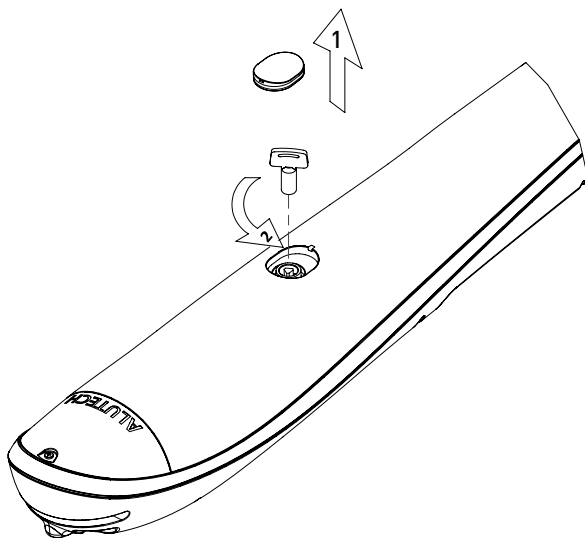

Рисунок 15. Ручная разблокировка
Разблокировка привода (рис. 15) выполняется специальным ключом из комплекта привода. Ключ поворачивается на  $\sim 180^\circ$  в направлении маркировки **OPEN**. Чтобы вернуть привод в заблокированное состояние (зацепление) необходимо ключ повернуть в направлении знака **CLOSE**. После блокирования медленно, без рывков и ударов переместите створку рукой, пока не услышите характерный щелчок зацепления.
- Разблокируйте привод как показано на рис. 15.